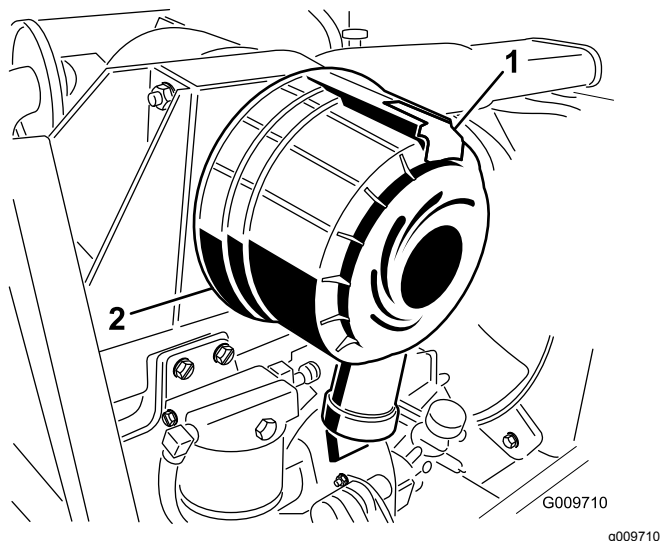

図 55
1. ラッチを引いて外し、カバーを左にひねってボディーからはずす図 55。